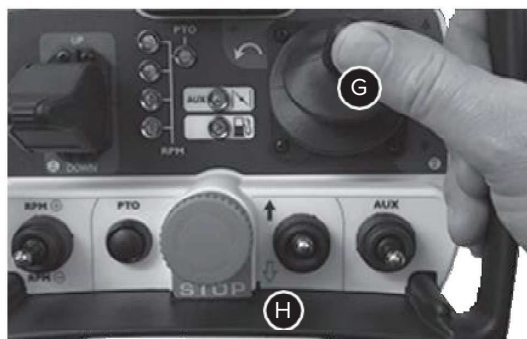

Рис. 12
Убедитесь, что ручка (рис. 12-13 (H)) установлена в начальное положение. Эта ручка контролирует движение машины. Постепенно перемещайте рычаг управления (рис. 12 (G)). Машина едет дальше. Направление рычага соответствует направлению машины по отношению к оператору. Скорость также регулируется движением рычага управления.